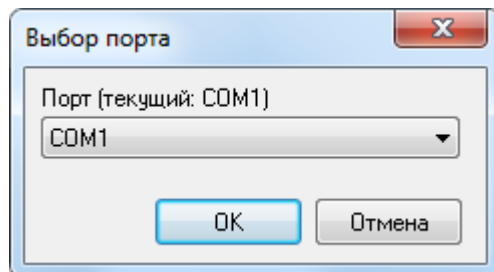

Рисунок 99. Выбор порта суммарного газоанализатора
2. В появившемся диалоге в выпадающем списке выберите порт, по которому будет осуществляться приём данных (рис. 99).